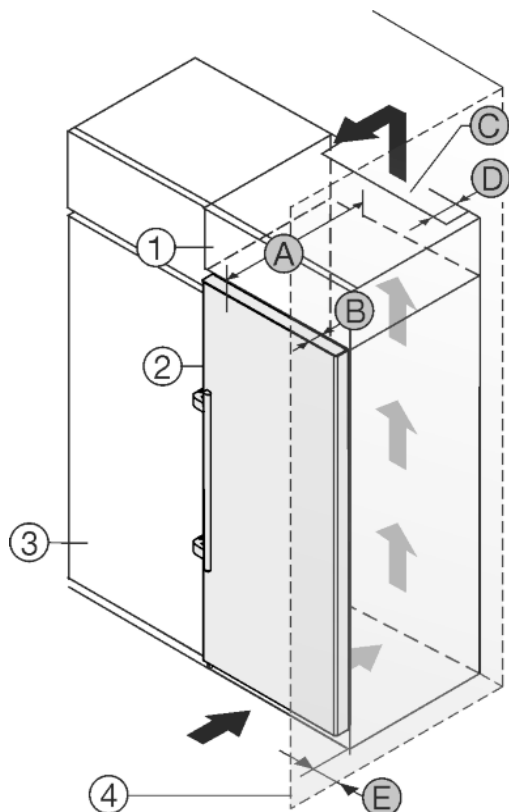

Fig. 8
El aparato se puede rodear de armarios de cocina. Para adaptar el aparato Fig. 8 (2) a la altura de la cocina, se puede instalar un armario Fig. 8 (1) correspondiente sobre el aparato.
El aparato puede colocarse directamente junto al armario de cocina Fig. 8 (3). Para poder abrir totalmente la puerta, el aparato debe sobresalir sobre la profundidad Fig. 8 (B) del frente del armario de cocina. El aparato puede sobresalir más en función de la profundidad de los armarios de cocina y del uso de los distanciadores de pared.
- En la parte trasera del armario superior debe haber una cámara de escape de aire con una profundidad Fig. 8 (D) por toda la anchura del armario.
- Bajo el techo de la habitación debe mantenerse la sección transversal de ventilación Fig. 8 (C).
Si el aparato se instala con las bisagras junto a una pared Fig. 8 (4), debe mantenerse la distancia Fig. 8 (E) entre el aparato y la pared. Esto equivale al saliente del tirador con la puerta abierta.